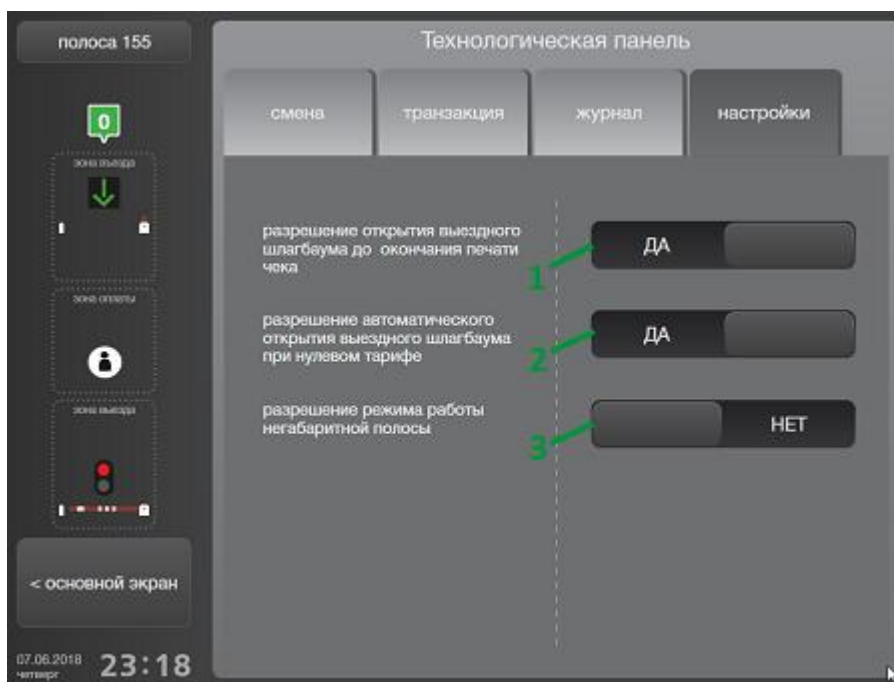

Рисунок 198. Технологическая панель, вкладка «настройки»
На вкладке **"настройки"** технологической панели (рис. 198) имеются инструменты для выполнения следующих настроек:
1) Запрет / разрешение открытия выездного шлагбаума до окончания печати чека (рис. 198, поз. 1).
2) Запрет / разрешение автоматического открытия выездного шлагбаума при нулевом тарифе (рис. 198, поз. 2).
3) Запрет / разрешение режима работы негабаритной полосы (рис. 198, поз. 3).